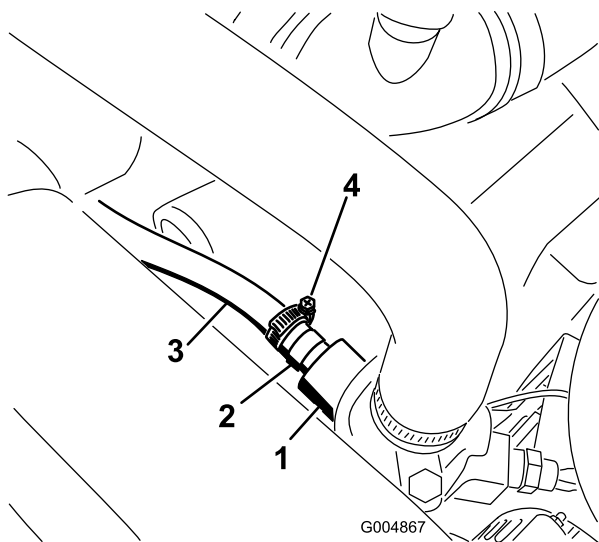

Figura 22
17. Instale el adaptador de la manguera en el alojamiento del termostato del motor (Figura 22).
18. Conecte el trozo de manguera de 57 cm (22-1/2 pulgadas) al adaptador del alojamiento del termostato del motor (Figura 22). Sujete la manguera al adaptador con una abrazadera. Enrute la manguera por debajo del limpiador de aire, según se muestra en Figura 22. Instale una abrazadera en la manguera, y conecte la manguera al acoplamiento rápido (Figura 22). Ésta es la manguera de presión.
Nota: Enrute las mangueras lejos de cualquier componente caliente, rotativo o cortante. Conecte las dos mangueras de acoplamiento con una brida, según se muestra en Figura 22.